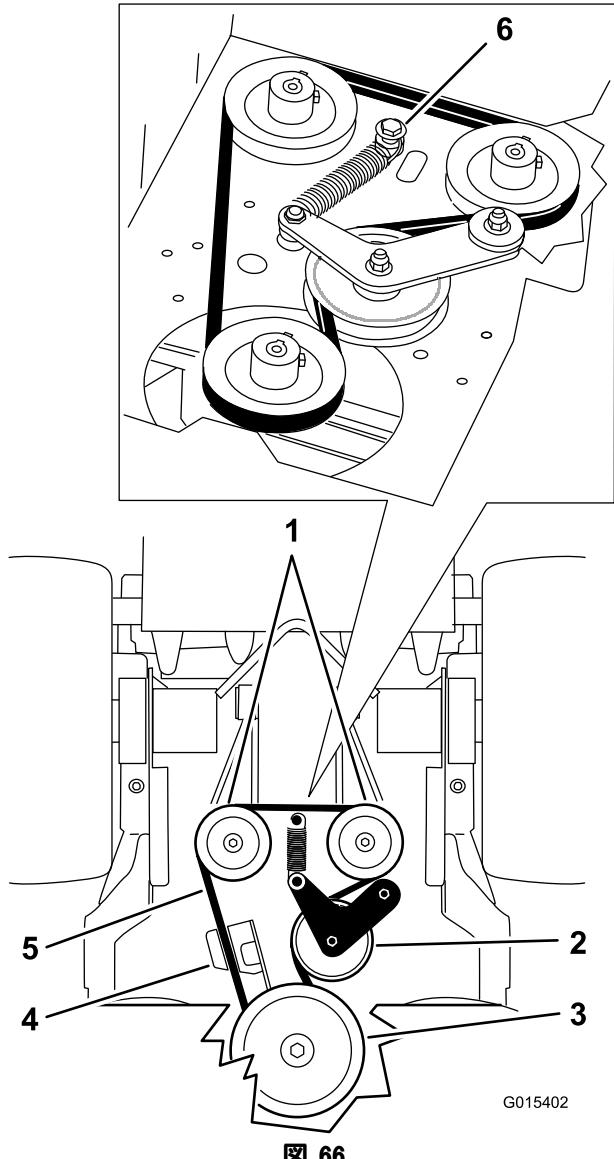

図 66
5. スプリングに接続されているショルダーボルト、ナット、ワッシャをエンジン・デッキから外す（図 66）。
- ポンプ駆動ベルトを外す（図 66）。
- スプリングをショルダボルトとワッシャに取り付け、ナットでエンジン・デッキに接続する（図 66）。